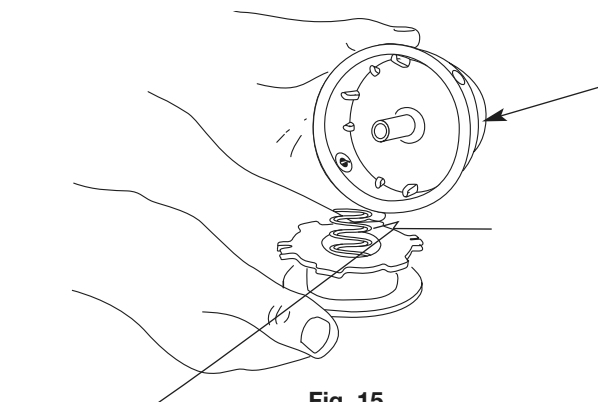

Fig. 15
2. Retirez le moulinet intérieur de la bobine extérieure (Fig. 15).
3. Retirez le ressort du moulinet (Fig. 15).
2. Retirez le vieux moulinet intérieur de la bobine extérieure (Fig. 15).